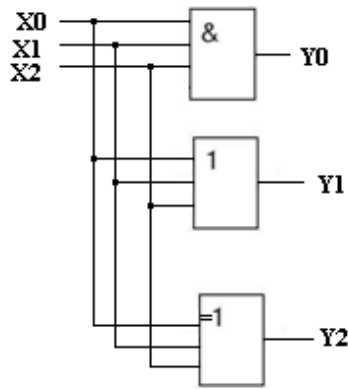

Рисунок 1 - Комбинационная схема
**Пример 1.** Выполнить анализ комбинационной схемы (рис. 1): составить логическую функцию, таблицу истинности, временные диаграммы.